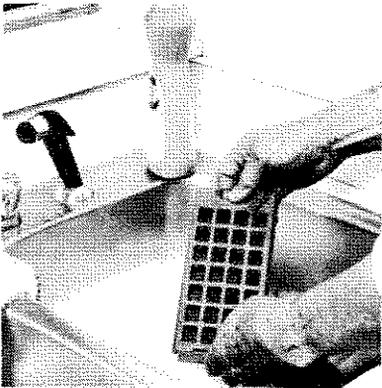

Abb. 11: Reinigung des Grobluftfilters
11. Lösen Sie den Filter aus dem Rahmen und spülen Sie alle Teile in warmer Seifenlauge oder mit handelsüblichem Spülmittel. Spülen Sie mit klarem Wasser nach und trocknen Sie ihn mit einem Tuch. Der Filter soll vollkommen trocken sein und kann zur Trocknung auch auf die Heizung gelegt werden. Anschließend schrauben Sie den Filter wieder auf das Gerät (Abb. 11).